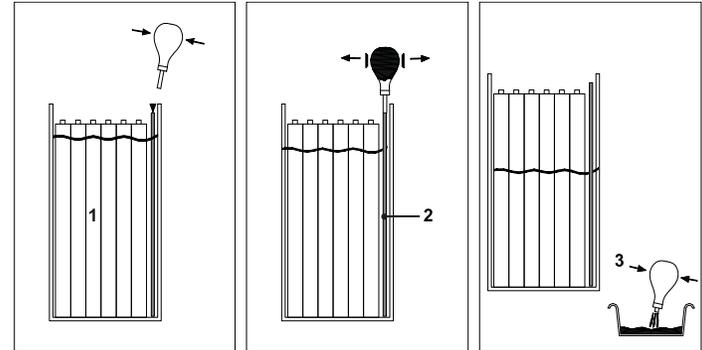

Bild 6-7. Entfernen des Wassers
- Entfernen Sie Wasser, das sich am Boden des Behälters sammeln kann (überfließende Säure, Leck im zentralisierten Auffüllkreis, Reinigung der Batterie usw.). Benutzen Sie die mit der Maschine gelieferte Birnspritze, um das Wasser wie in Bild 6-7. gezeigt zu entfernen.